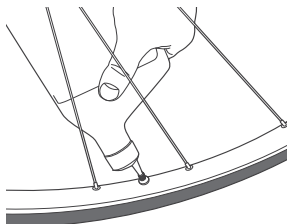

**Figure 5. Tournez la clé dans le sens contraire des aiguilles d'une montre pour retirer l'obus de valve.**
3. Retirez le corps de valve (Figure 5).